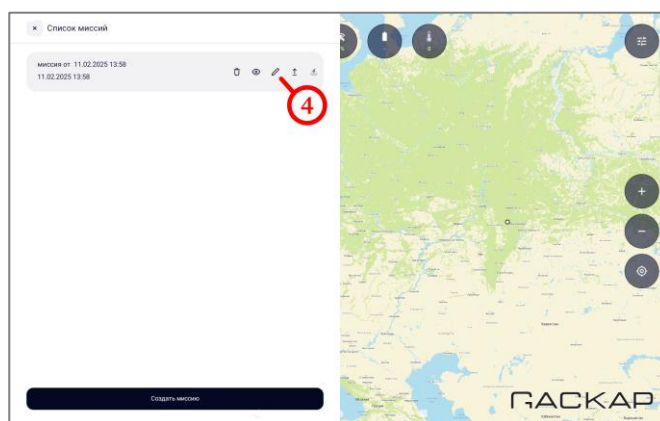

Рисунок 44
- на форме добавленной миссии нажать на пиктограмму ✎ (рисунок 44, шаг 4);